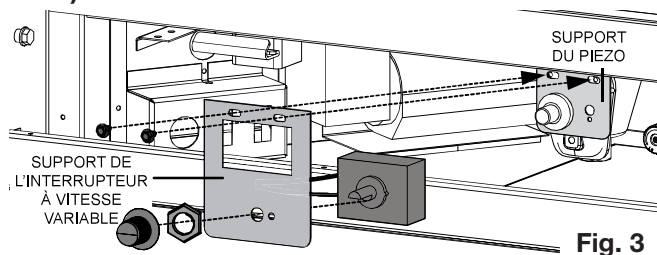

Fig. 3
8. L'interrupteur à vitesse variable (IVV) doivent être démonté pour fixer aux support IVV pour l'installation. Placez l'IVV entre le support puis fixer utilisant le rondelle de blocage. Prenez le bouton de l'interrupteur et installez-le en position (**Fig. 3**).
9. Pour installer l'IVV, le support de l'interrupteur à vitesse variable doivent être installés. Enlevez les deux vis du support du piezo, installez le support IVV, puis fixez en place utilisant les deux vis précédemment enlever (**Fig. 3**).